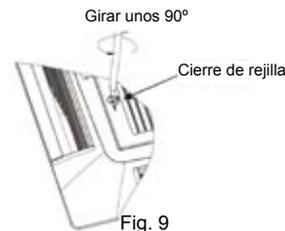
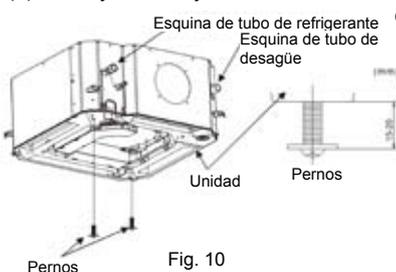

Fig. 9
Fig. 10
- Con la rejilla abierta por completo, retírela en la dirección que se muestra en la Fig. 9.
(2) Instalación temporal del panel
- Instale dos pernos (accesorios) en la unidad principal (en la esquina del lado de la conducción de refrigerante y en la esquina opuesta). Vea el detalle de la Fig. 10. No olvide dejar de 15 a 20 mm de los pernos sin atornillar para que el panel cuelgue con libertad.